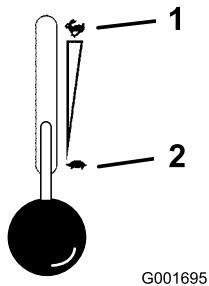

Figure 13
5. Placez la commande d'accélérateur à la position haut régime pour démarrer à froid (Figure 13).
2. Réglez la manette d'accélérateur à mi-course entre les positions bas et haut régime (Figure 13).